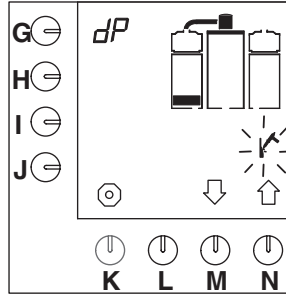

Fig. 17 Premier niveau du programme de détartrage du système de filtration
- Le premier bloc du niveau s'affiche sur l'écran de contrôle et le symbole représentant un marteau clignote (fig.17 ).